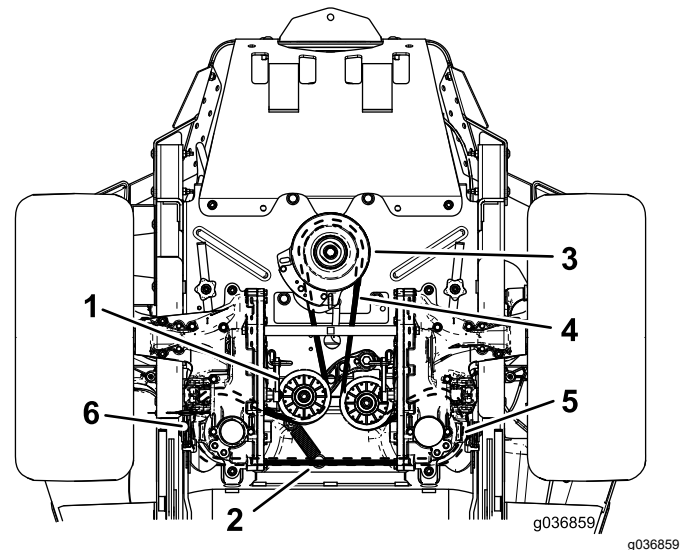

Figure 79
6. Débranchez le ressort de la poulie de tension du tenon (Figure 79).
8. Placez une courroie neuve sur la poulie du moteur et les 2 poulies de la pompe hydraulique (Figure 79).
4. Soulevez la machine sur des chandelles (Figure 79).